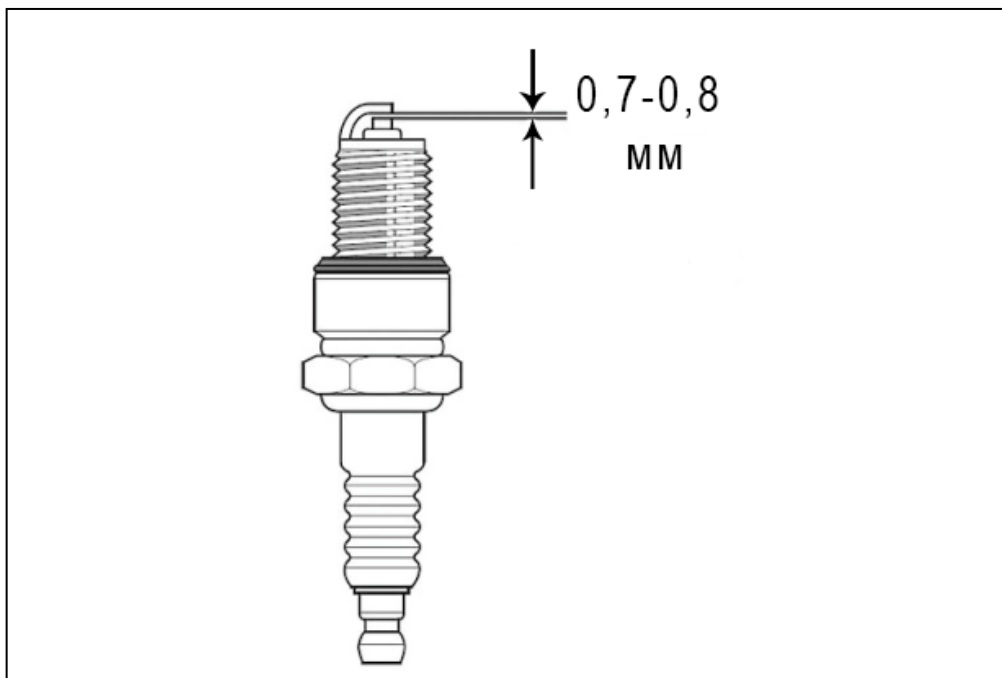

Рис. 20. Зазор между электродами свечи зажигания.
4. Измерьте зазор между электродами свечи зажигания. Зазор должен быть в диапазоне 0,7-0,8 мм (Рис. 20). Если зазор больше или меньше этого диапазона, свечу следует заменить.